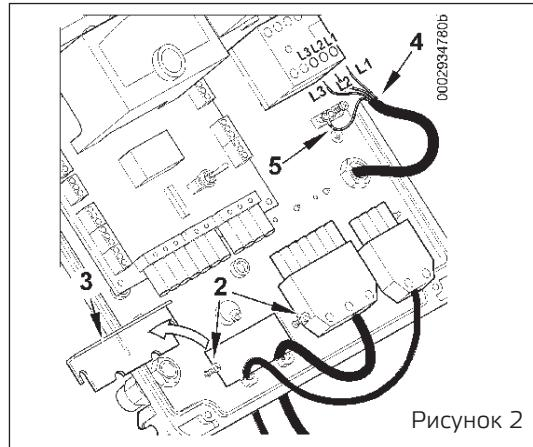

Рисунок 2
- Снимите крышку, отвернув четыре винта (1), как показано на рисунке 1, не убирая прозрачное окошко. Так будет получен доступ к электрическому щиту горелки.
- Ослабьте винты (2). После того как вы сняли кабельный зажим (3), пропустите через отверстие 7- и 4-штырьковые разъемы (рис. 2). Подсоедините токоподводящие провода (4) к дистанционному выключателю, закрепите заземляющий провод (5) и затяните соответствующий кабельный зажим.
- Установите зажимную пластинку, как показано на рисунке 3. Поверните эксцентрик (6) так, чтобы пластинаенным образом надавила на два провода. После этого затяните крепежные винты пластинки. Наконец, соедините два разъёма, 7- и 4-штырьковый.